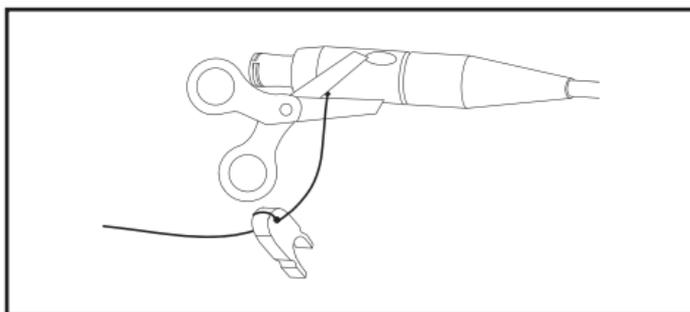

Figure 6. Couper le fil de suture
5. Couper le fil de suture au ras de l'embase. Voir la figure 6.